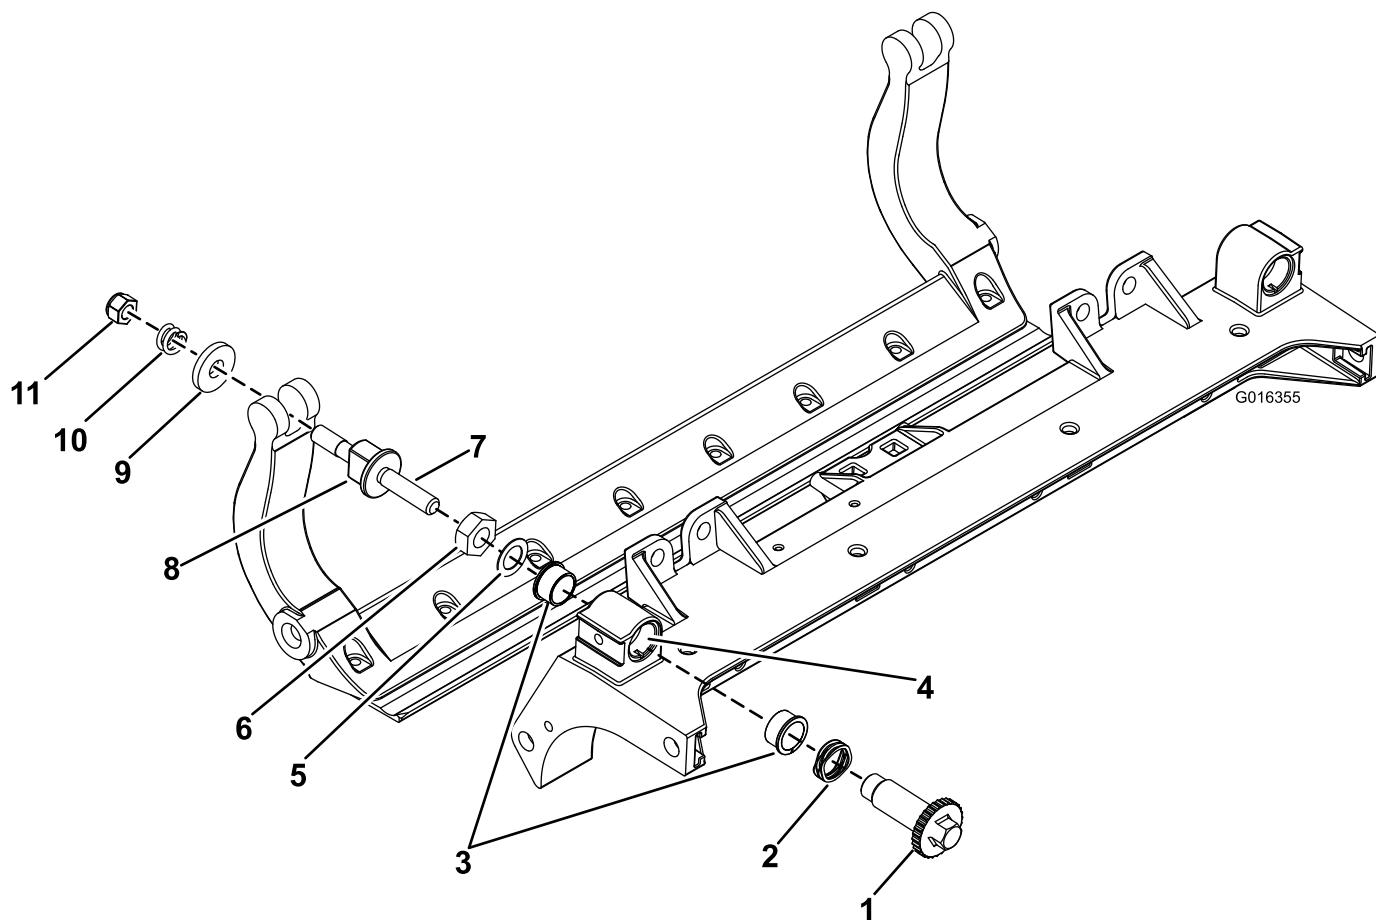

Figura 33
1. Retire todas las piezas (consulte las *Instrucciones de instalación* del Kit HD DPA Modelo 120-7230 y la Figura 33).
2. Aplique compuesto antigripante en la parte interior de la zona de los casquillos del bastidor central de la unidad de corte (Figura 33).
3. Alinee los salientes de los casquillos con brida con las ranuras del bastidor, e instale los casquillos (Figura 33).
4. Instale una arandela ondulada sobre el eje del ajustador e introduzca el eje del ajustador en los casquillos con brida del bastidor de la unidad de corte (Figura 33).
5. Sujete el eje del ajustador con una arandela plana y una contratuerca (Figura 33). Apriete la contratuerca a 20–27 N·m.
- B. Coloque una arandela de acero por fuera de cada arandela de nylon (Figura 33).